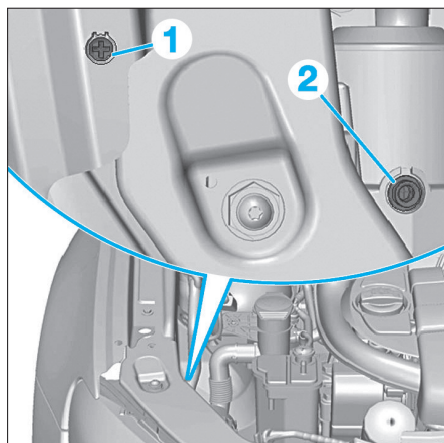

Fig. 56
- Le réglage des projecteurs s'effectue avec la vis (1) pour l'horizontal et la vis (2) pour le vertical (Fig.56).